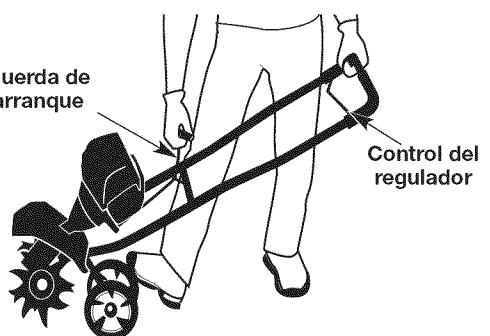

Fig. 7
ADVERTENCIA: Evite arrancar la unidad por accidente. A fin de evitar lesiones graves, el operador y la unidad deben estar en una posición estable al tirar de la cuerda de arranque (Fig. 7).
5. Párese en la posición de arranque (Fig. 7). Sostenga el manubrio y con una mano. Sostenga la cuerda de arranque con la otra mano. Use el pie para aguantar las ruedas.